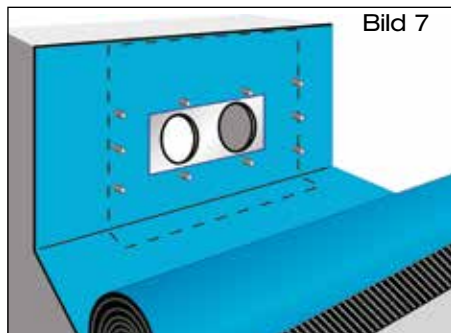

Bild 7
- 1.7 **Dampfsperre aus Bitumen:** Oberseite der Anschlussmanschette durch Erhitzen verflüssigen (Schweißverfahren). Dampfsperre paßgenau über den Schiebeflansch mit Anschlussmanschette im flüssigen Heißbitumen ausrollen (Bild 7), anschließend gleichmäßig andrücken bzw. anrollen.